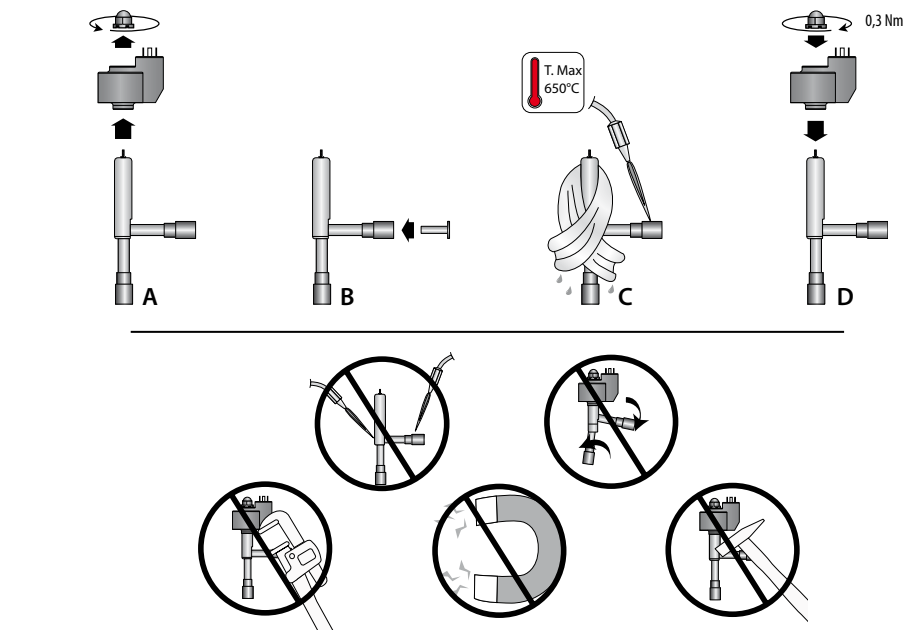

Fig.2
2. inserire il filtro in rete metallica (opzionale) esclusivamente sul raccordo laterale d'ingresso (Fig.2-B) posizionandolo in battuta e bloccandolo col tubo del circuito, prima di saldare la valvola. Attenzione! Utilizzare questo filtro solo in modalità mono-direzionale. In caso di utilizzo della valvola in modo bidirezionale, prevedere idoneo filtro nel circuito;
2. install the metal mesh filter exclusively on the side inlet connection (Fig. 2-B), making sure it is fully inserted and secured in place by the pipe, before welding the valve. Important! Only use this filter for flow in one direction. If using the valve for flow in two directions, a suitable filter is required in the circuit;